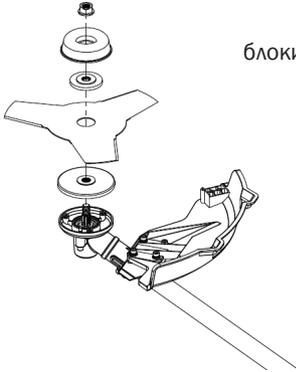

Рис. 24
- Снимите нижнюю опорную пластину, лезвие, верхнюю опорную пластину, защитный кожух и гайку с головки (Рис. 24).